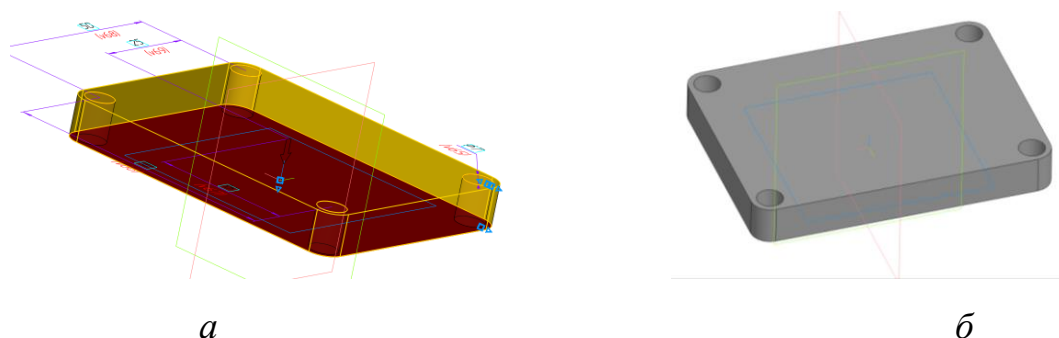

Рис. 20 Команда «Выдавливание с вычитанием»: *а* – параметры, *б* – результат
- **Твердотельное моделирование – Элементы тела – Элемент выдавливания.** Параметры операции Элемент выдавливания: результат операции – вычитание; сечение – Эскиз 2; направляющий объект – Эскиз 2; способ выдавливания – до объекта (нижняя грань фланца) (рис. 20).